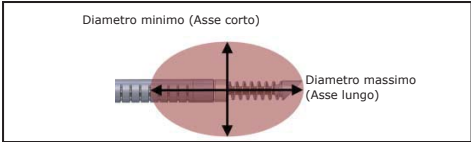

Figura 3: Area di ablazione e relative dimensioni
14. Impostare il livello di energia sul Generatore RF MetaSTAR al livello desiderato al fine di creare una distribuzione termica per il diametro massimo e minimo (vedere in Figura 3).